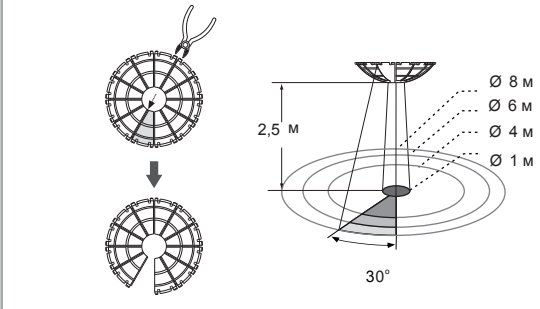

Рис. 16
- Затененная часть экранов линзы на рис. 16 указывает вырезанные участки.